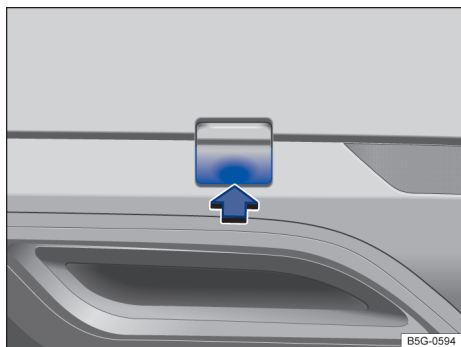

Fig. 185 No para-choque traseiro à direita: remover cobertura.
- Pressionar na área inferior da cobertura no sentido da seta para soltar o encaixe da cobertura → Fig. 185.